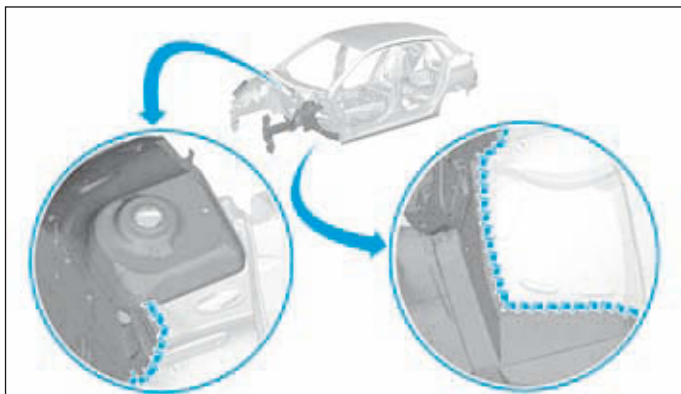
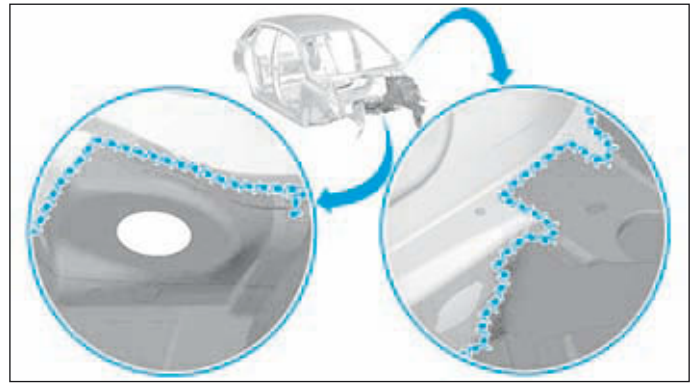
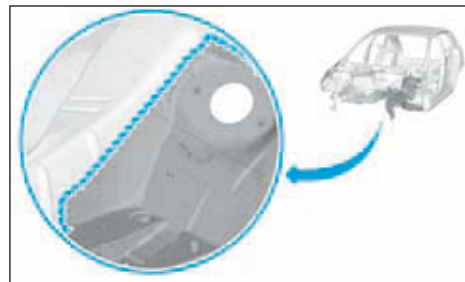
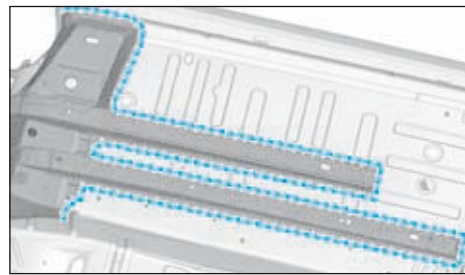

FIG.23
FIG.24
FIG.25
FIG.26
- Appliquer (Fig.23), (Fig.24), (Fig.25) et (Fig.26) :